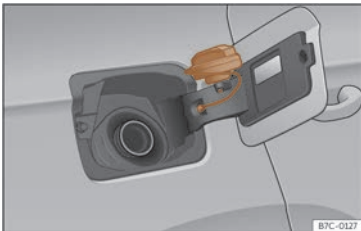

Fig. 176 Tapa del depósito con el tapón encajado.
- Colóquelo en el espacio que hay en la bisagra de la tapa abierta >>> **fig. 176.**